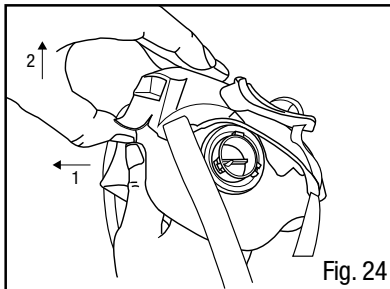

Fig. 24
1. Remova o Conjunto do Suporte da Cabeça & Cobertura da Válvula, primeiro abra a trava rápida. Então coloque o polegar por baixo da tampa da válvula e os outros dedos no topo. Puxe a parte inferior da tampa da válvula do respirador com o polegar e então libere a cobertura da válvula (Fig. 24).
1. Remova o Conjunto do Suporte da Cabeça & Cobertura da Válvula 6582 ao puxá-la para fora da peça facial/vedação facial (Fig. 24).